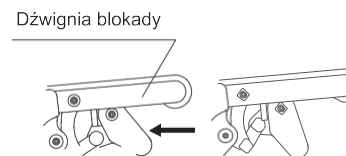

Рисунок 5.7
- Надавите рукой на рычаг блокировки внутрь. О блокировке свидетельствует "щелчок", как показано на рис. 5.7 и 5.8.